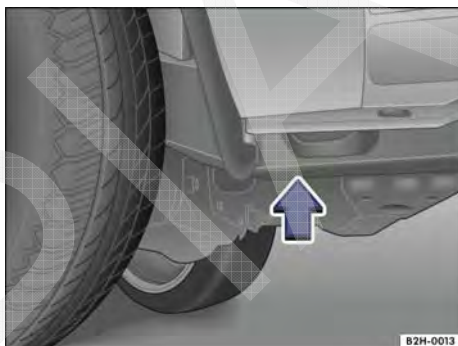
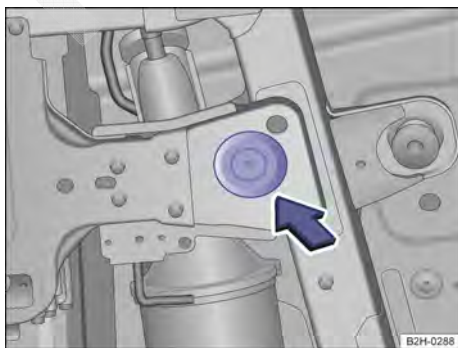
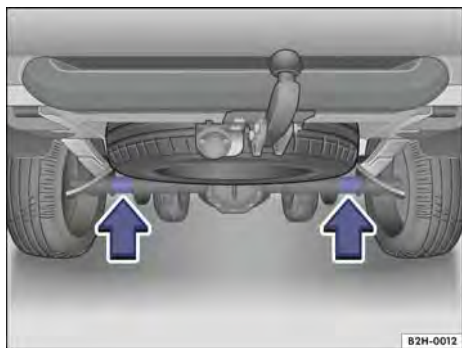
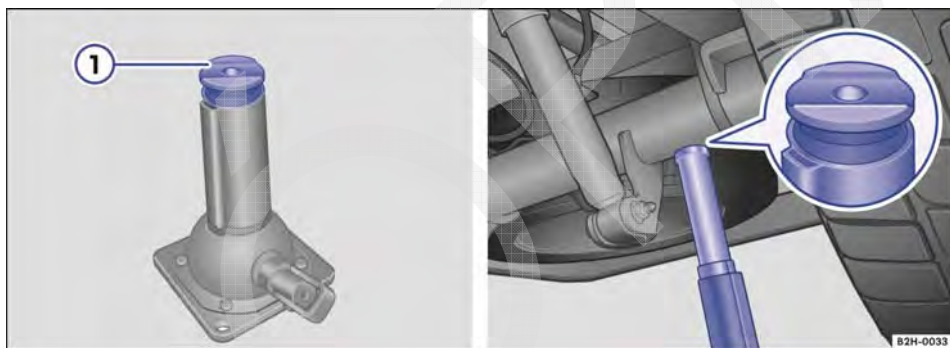

Fig. 183 Pelo lado: ponto de apoio dianteiro do macaco.
Fig. 184 Por baixo: ponto de apoio dianteiro do macaco.
Fig. 185 Pontos de apoio traseiros do macaco.
Fig. 186 Posicionar o macaco sob o eixo traseiro.
O macaco deve ser colocado somente nos pontos de apoio mostrados → Fig. 183 ou → Fig. 185. Deve ser considerado o ponto de apoio localizado junto à roda correspondente → ⚠.
3. Procurar o ponto de apoio dianteiro do macaco → Fig. 183 ou traseiro → Fig. 184 que se encontra mais próximo da roda a ser trocada.
6. Verificar se o macaco se encontra abaixo das áreas marcadas na dianteira → Fig. 183 ou na traseira → Fig. 185.
7. Alinhar o macaco e simultaneamente girar mais para cima até que a área de apoio do macaco encoste no ponto de apoio → Fig. 184 ou numa das depressões → Fig. 186.
- Posicionar o macaco somente nos pontos descritos → Fig. 183 ou → Fig. 184.
O macaco deve ser colocado somente nos pontos de apoio mostrados → Fig. 183 (visto pela lateral) ou → Fig. 184 (visto por baixo).
O macaco deve ser colocado somente nos pontos de apoio mostrados → Fig. 185 (setas).
O macaco deve ser posicionado sob o ponto de apoio de maneira que uma das depressões → Fig. 186 ① esteja exatamente no centro sob a linha longitudinal do eixo traseiro para impedir que o veículo deslize enquanto estiver sendo suspenso.